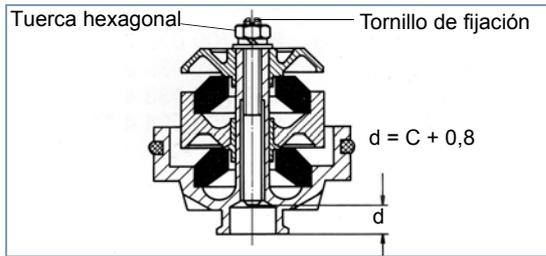

Fig. 5 Dimensión d (aparato con 2 goma muelle)
- Sujeción del tornillo mediante la tuerca hexagonal (ver fig. 5).
- i** Ajuste los niveles de los aparatos con un recorrido largo (2 goma muelle, ver fig. 5).